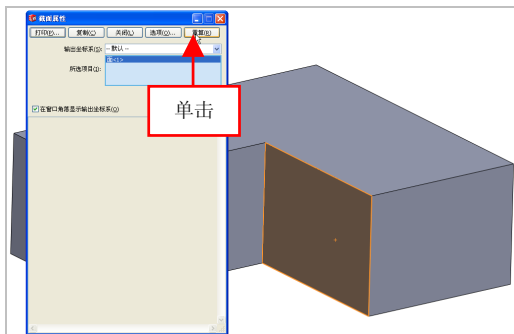

图 8-13 单击【重算】按钮
(3) 弹出【截面属性】对话框，在绘图区中选择合适的面对象，单击【重算】按钮，如图 8-13 所示。